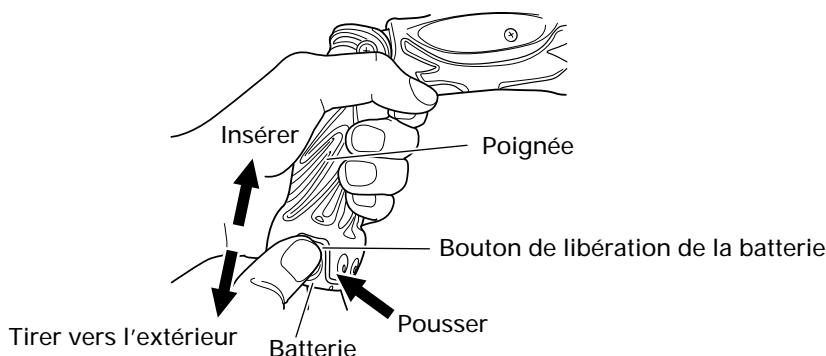

Fig. 3
Aligner la batterie sur la fente de la poignée de l'outil et la glisser à l'intérieur. Toujours insérer la batterie à fond, jusqu'à ce qu'elle se bloque avec un petit déclic. Sinon, elle risque de tomber accidentellement de l'outil et de blesser l'opérateur ou d'autres personnes alentour. (Fig. 3)
Sortir la batterie de la poignée de l'outil tout en appuyant sur les boutons de libération de la batterie (2) de chaque côté de la batterie. (Fig. 3)